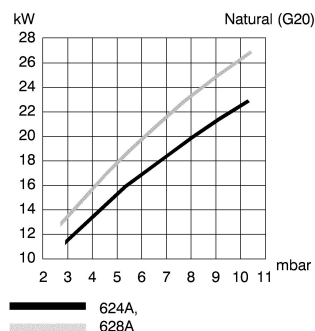
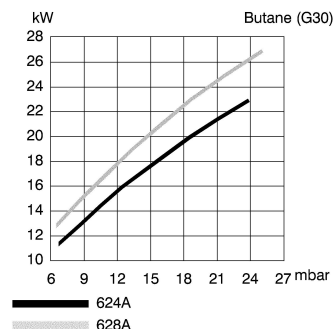
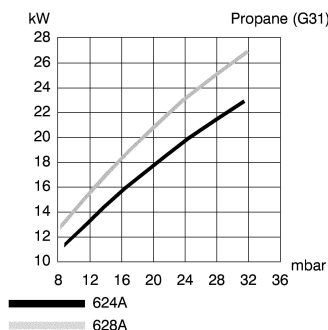
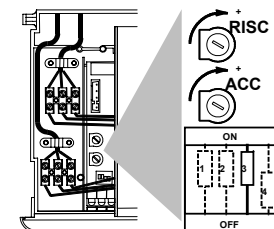

Fig. 6.8 Natural (G20) / Природный газ G20
Fig. 6.9 Butane (G30) / Бутан G30
Fig. 6.10 Propane (G31) / Пропан G31
Fig. 6.7
Refer to the diagrams shown in Fig. 6.8, Fig. 6.9 and Fig. 6.10 and select the correct central heating output gas pressure to meet with the central heating system requirements. With the boiler operating in c.h. mode, use a suitable screwdriver to turn the adjustment potentiometer marked "RISC" (Fig. 6.7).
Пользуйтесь графиками на рис Fig. 6.8 Fig. 6.9, Fig. 6.10 и выберите газовое давление выхода для отопления в соответствии с предписаниями системы отопления.
До тех пор, пока котел работает в режиме центрального отопления, с помощью подходящей отвертки для установки потенциометра „RISC” (Fig. 6.7).
To adjust the ignition gas pressure, set dip-switch "3" (Fig. 6.7) to the OFF position and adjust potentiometer marked "ACC" with a screwdriver until correct ignition gas pressure is obtained.
Для установки газового давления розжига установите утопленный выключатель «3» (Fig. 6.7) в положение OFF (ВЫКЛ) и поворачивайте с помощью отвертки потенциометр «ACC», пока не будет достигнуто правильного газового давления.
- 16 Check the ignition gas pressure by setting dip-switch "3" Fig. 6.7 to the OFF position. Compare the value on the gauge with the value indicated in the sections 4.4, 4.5 (gas pressures at the burner), accordingly with the model of boiler installed. If the ignition gas pressure is not set correctly see section 6.7 in this manual for the adjustment procedure. If ignition gas pressure is correct switch dip-switch "3" to the ON position.
- 16 Проверьте газовое давление розжига установкой утопленного выключателя «3» Fig. 6.7 в положение OFF (ВЫКЛ). Сравните показания манометра со значениями, приведенными в пар. 4.4, 4.5. Если давление розжига неправильное, то для его установки см. пар. 6.7 данного руководства. Если давление установлено правильно, включите утопленный переключатель «3» в положение ON (ВКЛ).